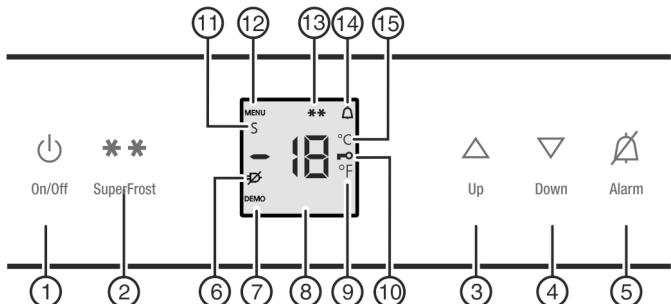

Fig. 2
- Das Symbol SuperFrost Fig. 2 (13) blinkt zusammen mit der Temperaturanzeige.*
- Taste On/Off Fig. 2 (1) drücken.
- Einstellmodus aktivieren: Taste SuperFrost Fig. 2 (2) für ca. 5 s drücken.
- Das Symbol Menu Fig. 2 (12) leuchtet.
- Mit Einstelltaste Up Fig. 2 (3)/ Einstelltaste Down Fig. 2 (4) ° wählen.
- Bestätigen: Taste SuperFrost Fig. 2 (2) kurz drücken.
- Einstellmodus beenden: Taste On/Off Fig. 2 (1) drücken.
- Einstellmodus aktivieren: Taste SuperFrost Fig. 2 (2) ca. 5 Sekunden drücken.
- In der Anzeige wird das Symbol Menu Fig. 2 (12) angezeigt.
- Mit Einstelltaste Up Fig. 2 (3) und Einstelltaste Down Fig. 2 (4) **c** wählen.
- Mit der Taste SuperFrost Fig. 2 (2) kurz bestätigen.
- Das Symbol Kindersicherung Fig. 2 (10) leuchtet in der Anzeige.
- Die Taste On/Off Fig. 2 (1) kurz drücken.
- Das Symbol Kindersicherung Fig. 2 (10) erlischt.
- Taste Alarm Fig. 2 (5) drücken.
Gleichzeitig blinks die Temperaturanzeige und das Symbol Alarm Fig. 2 (14).